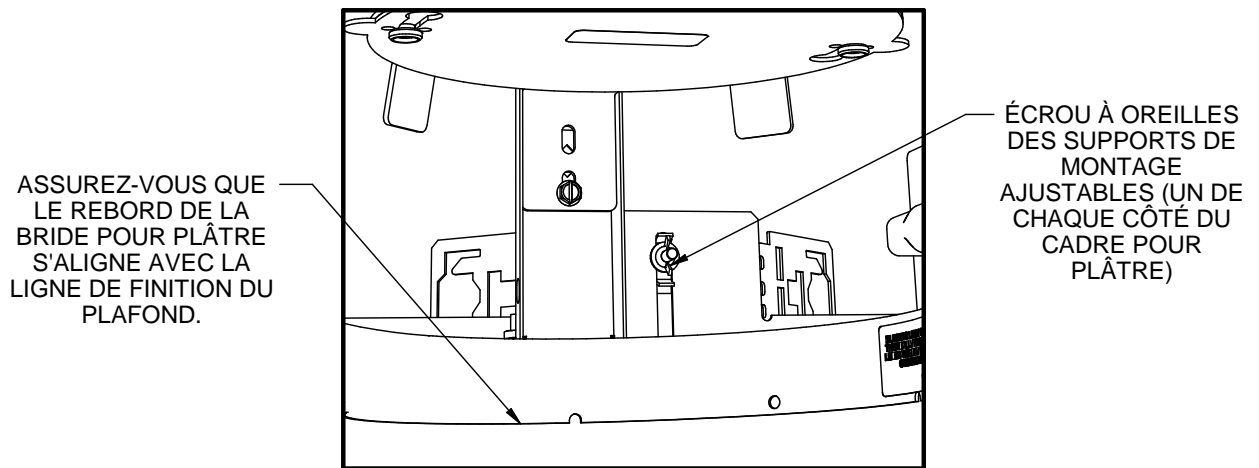

FIG. 2
3. Ajustez le luminaire verticalement en dévissant les écrous à oreilles sur les supports de montage de chaque côté du luminaire. **Important - ajustez le luminaire de manière à mettre au même niveau la partie inférieure de la bride pour plâtre et la ligne de finition du plafond.** Assurez-vous également d'aligner le luminaire avec les autres luminaires adjacents. (Consultez la FIG. 2) Une fois que les réglages sont effectués correctement, verrouillez les supports de montage en resserrant fermement les deux écrous à oreilles.